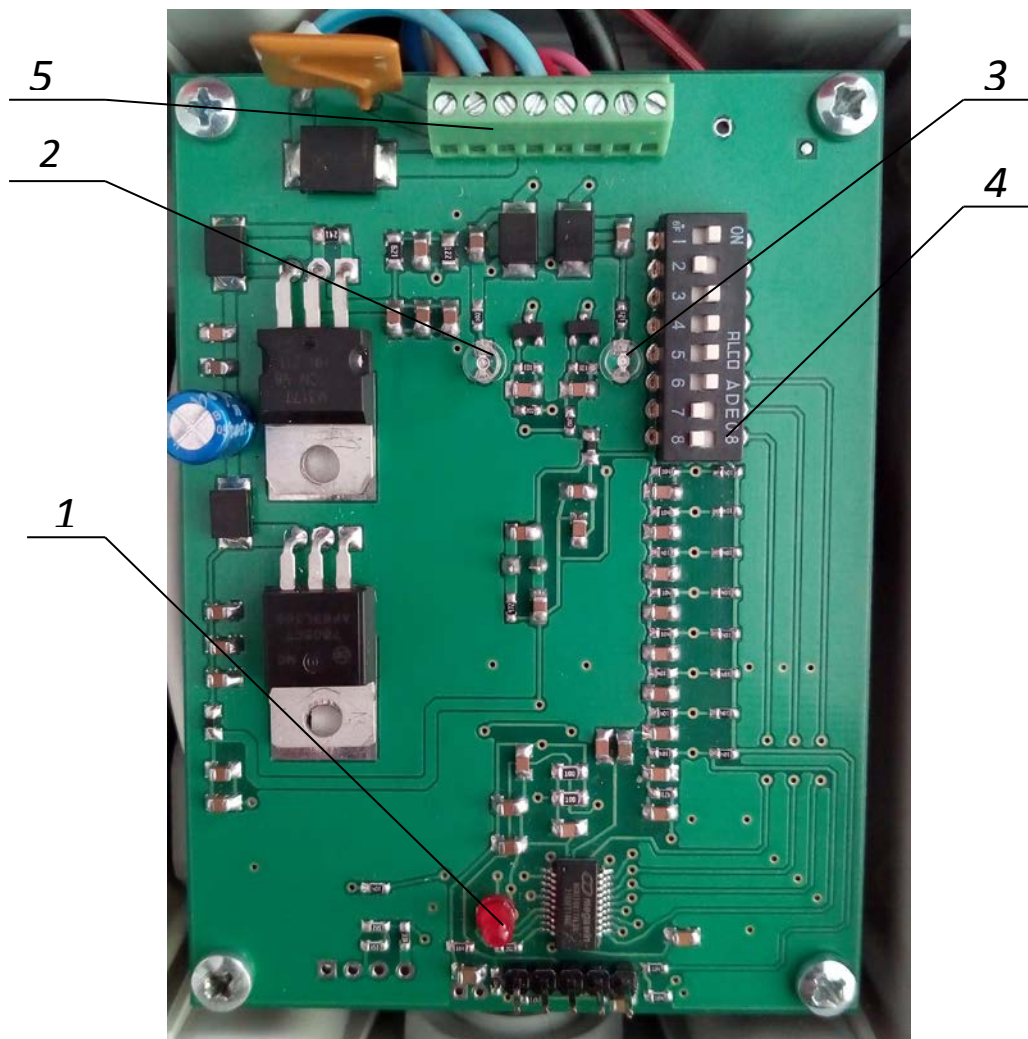

Рисунок 3 – Плата управления
2.2.2.1 Настройка изделия производится с помощью переключателей на плате управления (см. Рис. 3,4).
В процессе работы на плате управления загораются светодиоды индикации подачи газа (рис. 3 поз. 2), индикации зажигания (рис. 3 поз. 3). Светодиод индикации питания рис. 3, поз.1) горит красным цветом. В изделии предусмотрена функция **контроля уровня заряда** аккумуляторной батареи: если светодиод поз. 1 начинает моргать, изделие перестает производить хлопки, необходимо произвести замену батареи питания!